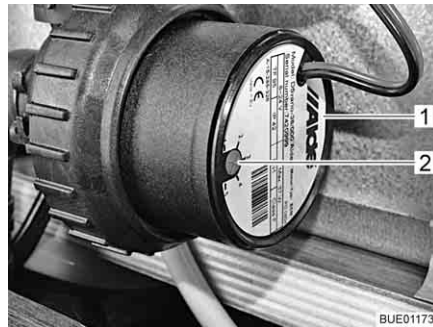

Bild 135 Varvtalsreducering
Med vridregulatorn (Bild 135,2) kan cirkulationspumpens varvtal ställas in. Vid lägre varvtal går pumpen tystare.
Vridregulatorn sitter på cirkulationspumpen (Bild 135,1).
- Vrid vridregulatorn (Bild 135,2) moturs. Effekten reduceras.